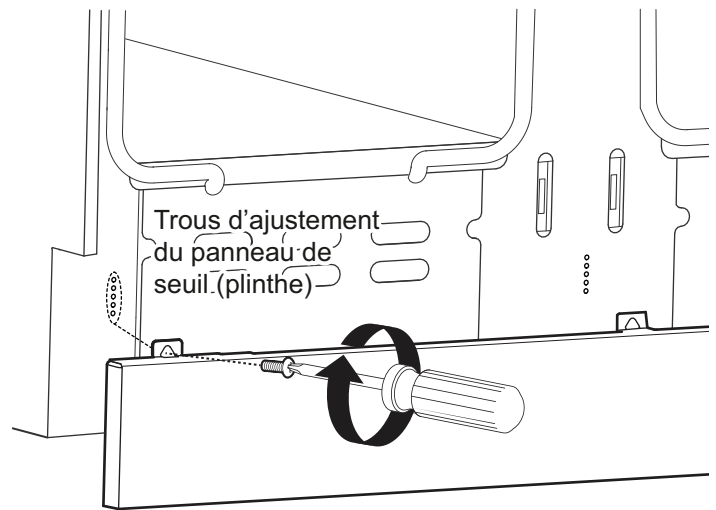

Figure 31 : Ajustement du panneau de seuil (plinthe)
2. Replacez le panneau à l'une des cinq positions de trou de vis, comme illustré sur la *Figure 31*. Réinstallez les vis Torx.
Tournez le bouton à HI. Voir Figure 31 pour les caractéristiques de flamme appropriées.